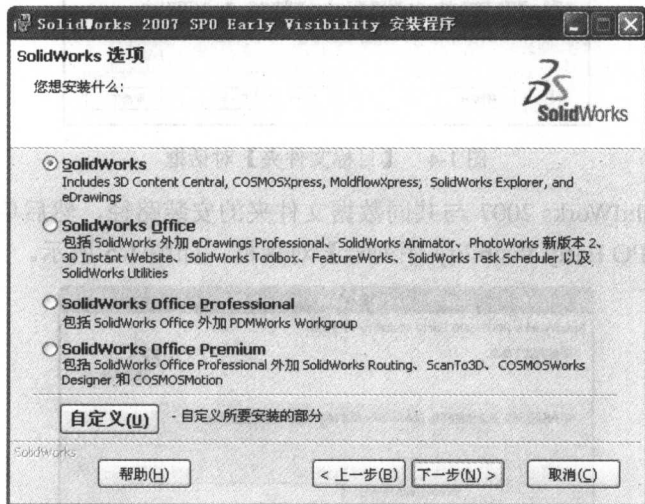

图 1-2 【SolidWorks 选项】对话框
(2) 单击 **下一步(N) >** 按钮进入 **【SolidWorks 选项】** 对话框, 如图 1-2 所示。